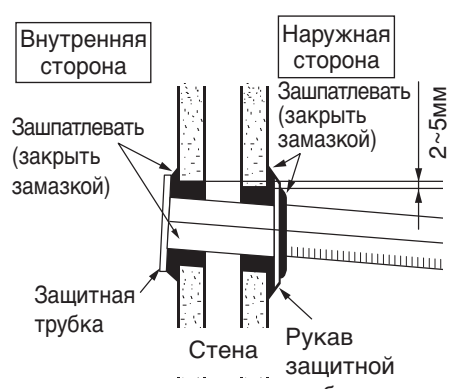

Рис. 4-1
- Закрывать сделанное в стене отверстие с помощью предохранительной втулки для труб кондиционера и изоляционного заполняющего материала, имеющегося в комплекте поставки. См. Рис. 4-1 и 4-2.